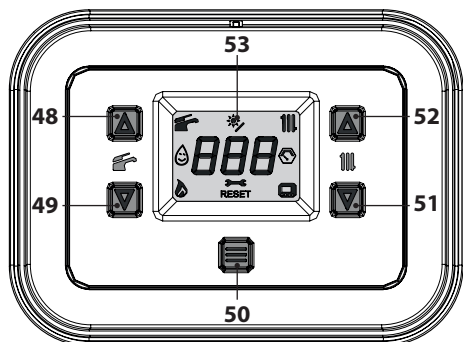
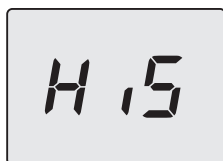
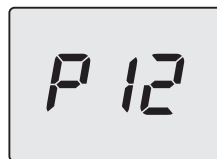
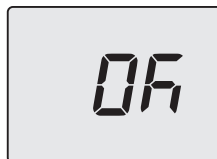

Figura 5.63
Figura 5.64
Figura 5.67
Figura 5.68
- Entrare in "modalità programmazione" premendo contemporaneamente per 5 secondi i tasti 49 e 51 (Figura 5.63) fino a far apparire sul display LCD le lettere **HiS** che indicano il menu "Storico delle caldaie" (Figura 5.64).
- Premere per 1 sec. il tasto 50 (Figura 5.63) per entrare nel parametro selezionato. Il display visualizzerà quanto segue (Figura 5.67).
- Premendo il tasto 50 (Figura 5.63) si ottiene la conferma del valore inserito. Il display visualizzerà per 5 sec. quanto segue (Figura 5.68) poi, si porterà al livello superiore.
- Premendo contemporaneamente i tasti 49 e 51 (Figura 5.63) si esce senza modificare il valore (ritorno al livello precedente).
- tenere premuti contemporaneamente i tasti 49 e 51 per 5 sec. (Figura 5.63) (ritorno al livello precedente).